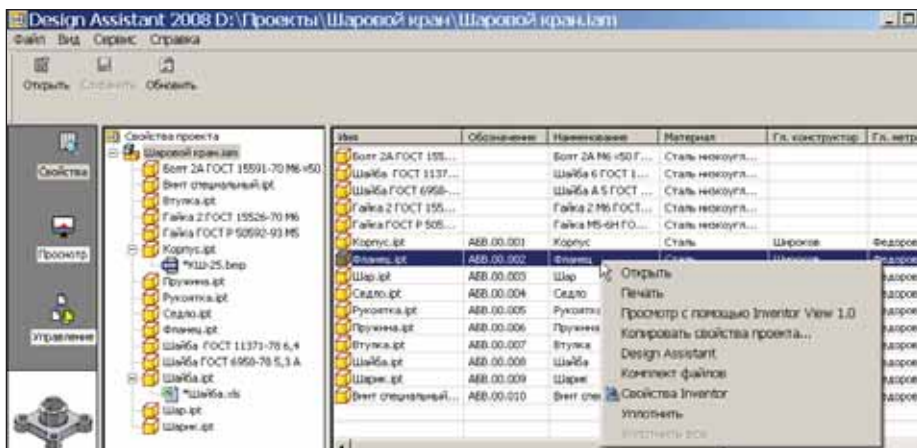
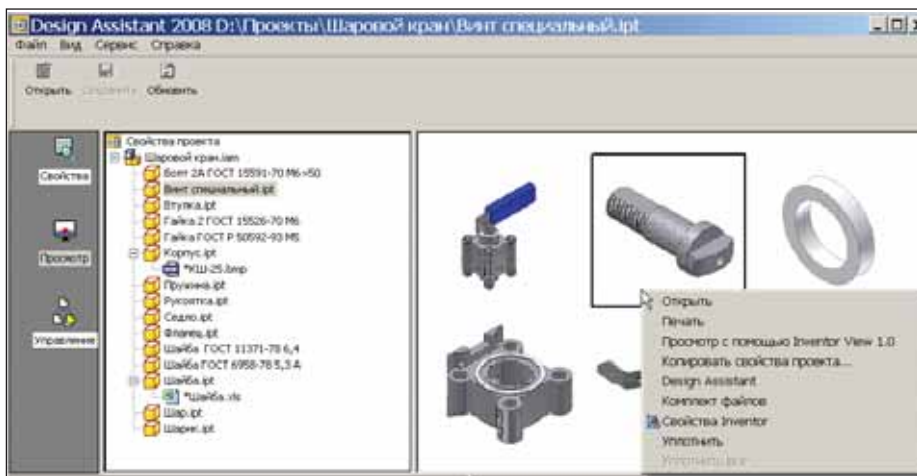
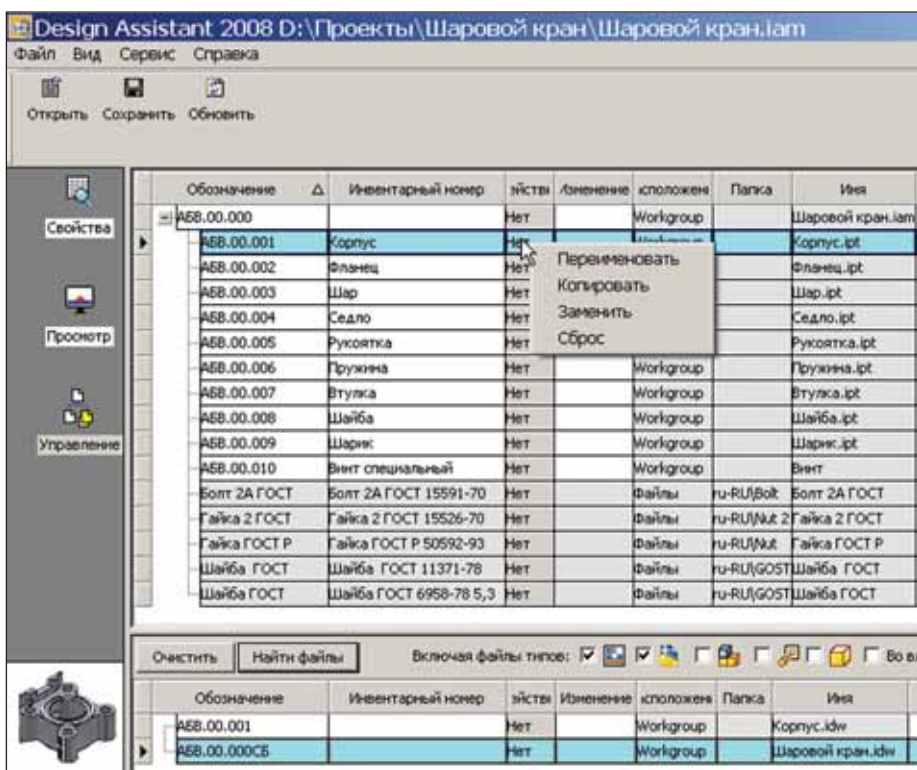

Рис. 1. Режим Свойства
Рис. 2. Режим Просмотр
Рис. 3. Режим Управление
Design Assistant имеет три режима: *Свойства* (рис. 1), *Просмотр* (рис. 2) и *Управление* (рис. 3).
1. Переименование файла, на который есть ссылки в изделии, чертеже или схеме (рис. 3)